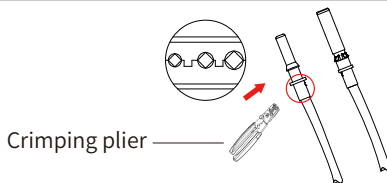

Abb. 3.4 Crimpen des Kontaktstifts an den Draht
b) Crimpen von Metallklemmen mit einer Crimpzange wie in Abb. 3.4 gezeigt.